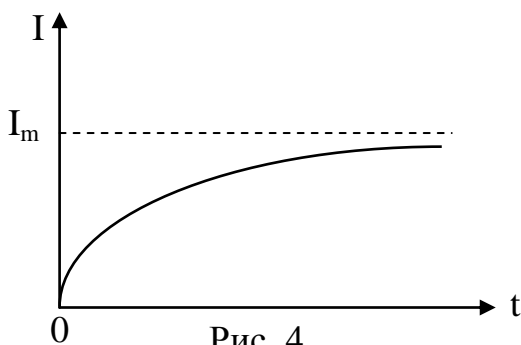

Рис. 4
- (9) Сила тока возрастает от 0 и асимптотически стремится к установившемуся значению $I_m = \frac{\varepsilon}{r}$ (рис. 4).